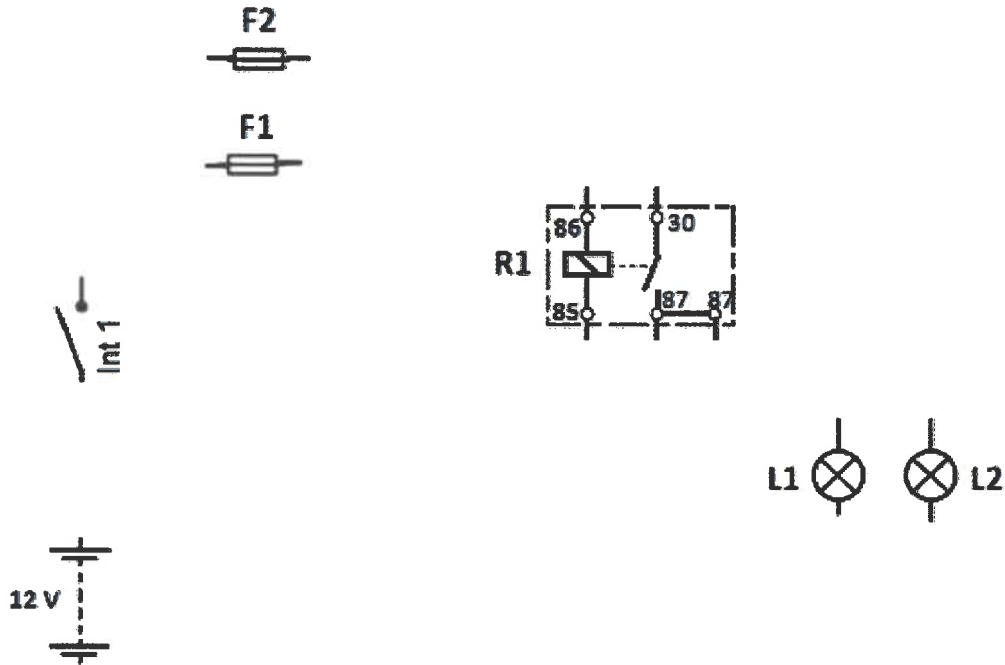

Fig.3
**Q.8.** Compléter le schéma électrique Fig.3 des deux lampes L1 et L2 avec le relais R1. Le fusible F1 protège le circuit de commande et le fusible F2 protège les lampes L1 et L2. .../2pts